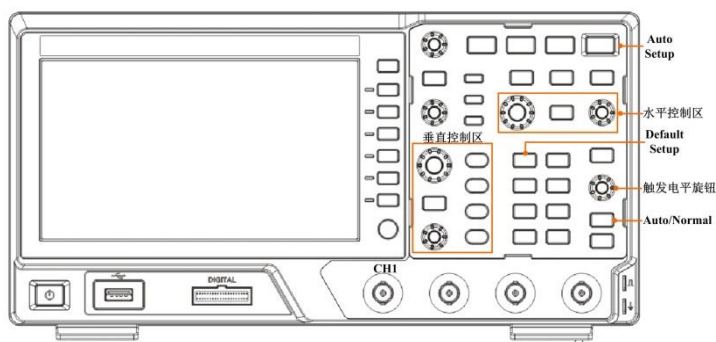

图 10.6 UART 协议连接线路
- 1、在通道 1 中接入 UART 协议,其中探头 BNC 接口接通道 1,探钩接 UART 协议(TXD),鳄鱼夹接地,如图 10.6 所示;